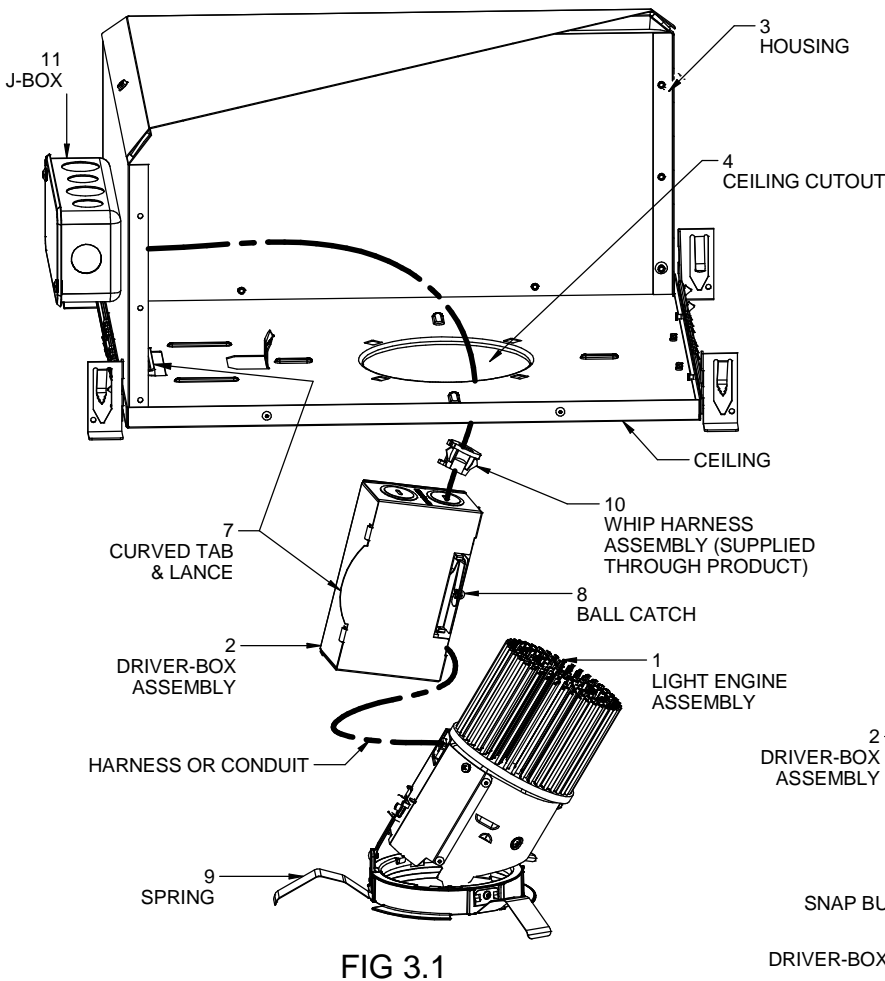

FIG 3.1
3. Install the Light engine assembly (1) to housing (3) by squeezing all the springs (9) inserting it through ceiling cutout (4) and gently pushing it against the ceiling. **FIG 3.1**
3. Installer l'ensemble moteur d'éclairage (1) dans le logement (3) : serrer tous les ressorts (9), l'insérer à travers la découpe de plafond (4) et le pousser délicatement contre le plafond. **FIG 3.1**